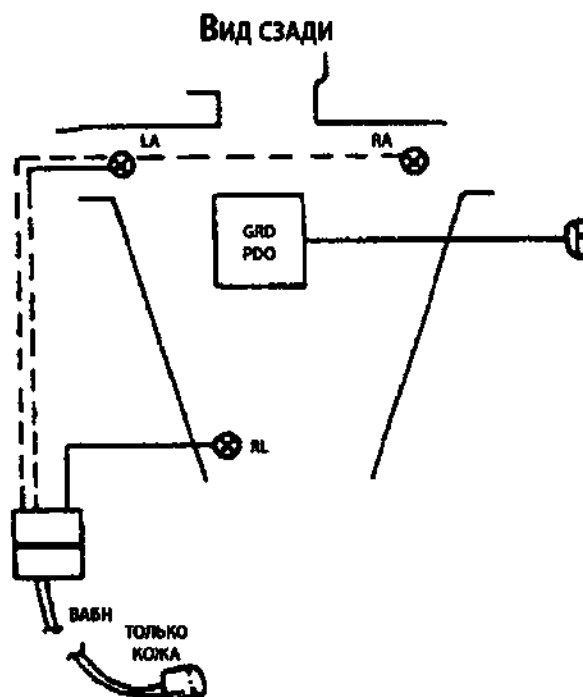

Рис. 1: Размещение кабеля ЭКГ и установки электрохирургии
2. Располагайте электроды ЭКГ и кабели пациента вне стерильной зоны. (см. рис. 1).